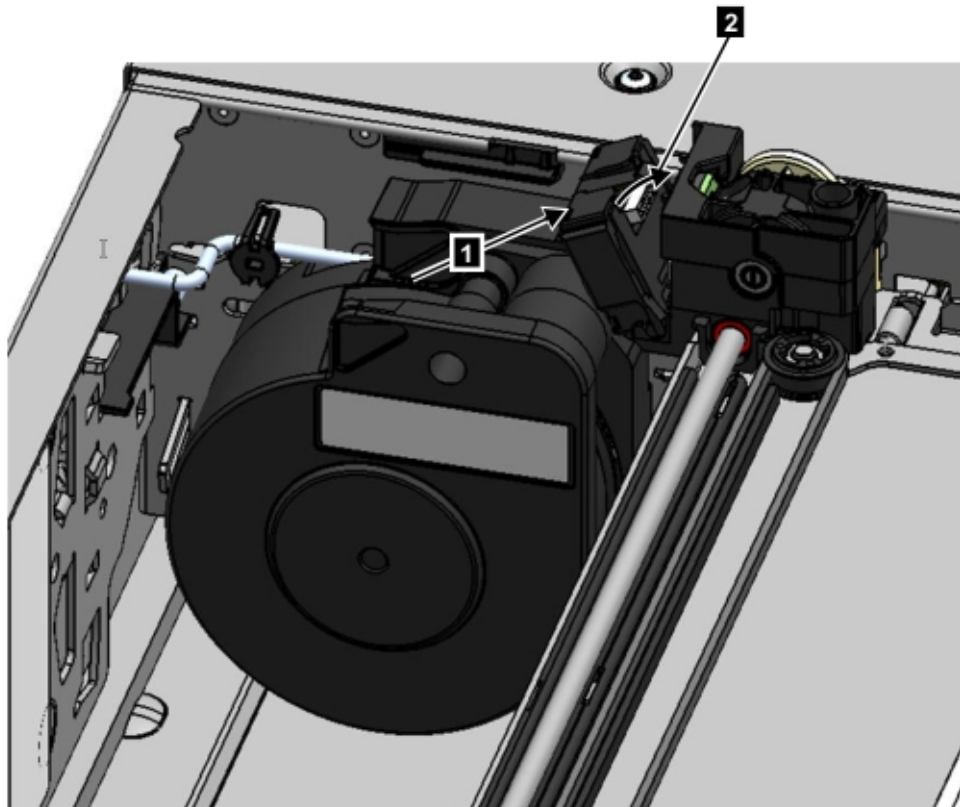

Figura 76. Instalación del cable de spooling
5. Coloque el cable de spooling en las ranuras donde se conecta al descriptor de acceso y gírelo hasta que encaje en su sitio. Consulte Figura 76 en la página 141.